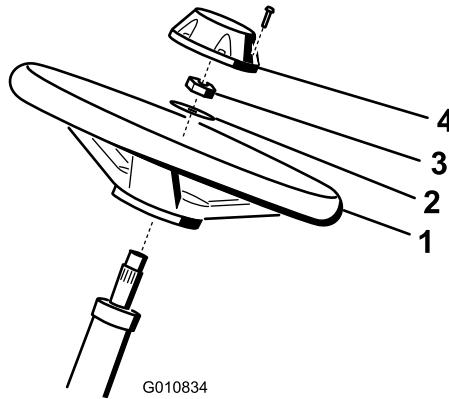

Bild 4
1. Schieben Sie das Lenkrad auf die Lenkwelle (Bild 4).
2. Schieben Sie die Scheibe auf die Lenkwelle (Bild 4).
3. Befestigen Sie das Lenkrad mit einer Sicherungsmutter an der Welle und ziehen es auf 27-35 Nm an (Bild 4).
4. Setzen Sie den Deckel auf und befestigen ihn mit sechs Schrauben am Lenkrad (Bild 4).